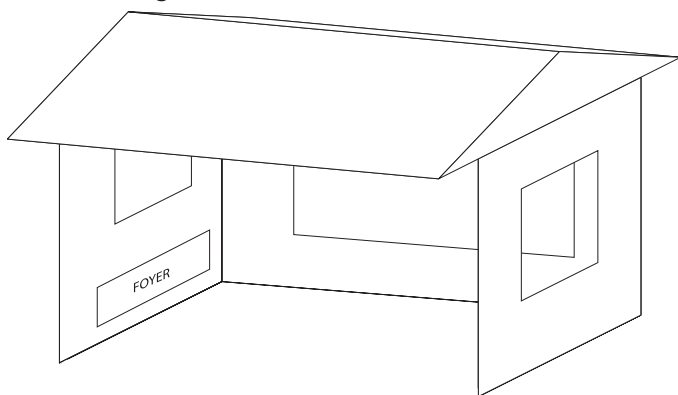

Figure 7
- À l'intérieur d'une enceinte partielle comprenant un couvercle sur le dessus et trois parois latérales, pourvu que 30 pour cent ou plus de la périphérie horizontale (périmètre des murs et du côté ouvert) de l'enceinte soit ouverte en permanence. Voir la Figure 7.